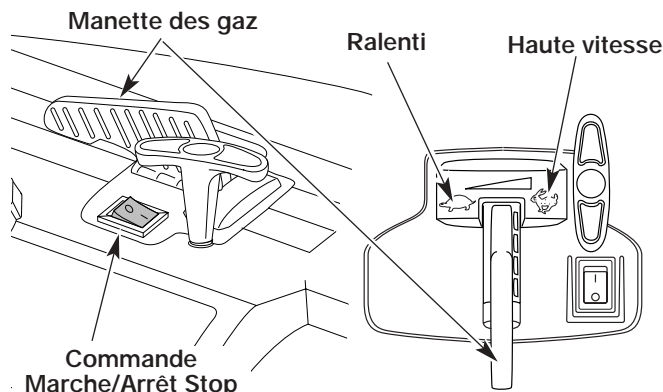
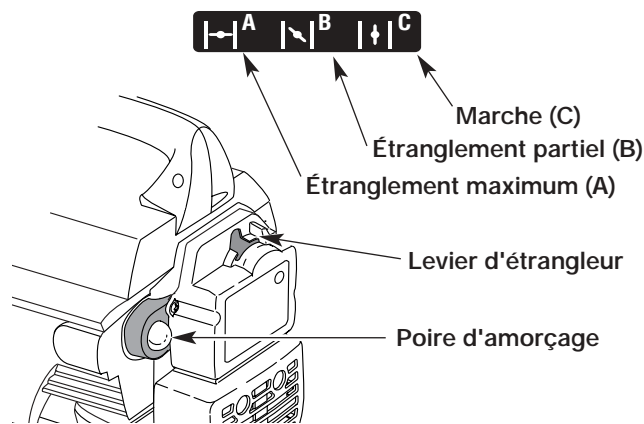
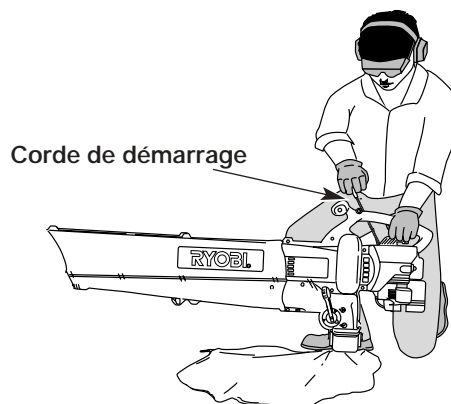

Fig. 9
Fig. 10
Fig. 11
AVERTISSEMENT : éviter le démarrage accidentel. Se tenir en position de démarrage pour lancer le moteur (Fig. 11). Lors du démarrage, l'opérateur et l'outil doivent être en position d'équilibre afin d'éviter le risque de blessures graves.
3. Appuyer lentement et à fond sur la poire d'amorçage, 10 fois. Le carburant doit être visible dans la poire (Fig. 9). S'il ne l'est pas, appuyer 2 ou 3 fois de plus sur la poire ou jusqu'à ce que le carburant soit visible.
4. Mettre l'étrangleur en position d'étranglement **MAXIMAL** (|—|) (Fig. 10).
5. Mettre l'outil en position de démarrage (Fig. 11). Mettez la manette des gaz en position de haute vitesse (☛) (Fig. 9).
7. Mettre le levier du starter en position d'étranglement **PARTIEL** (|~|) (Fig. 10).
8. Tirer vigoureusement la corde de démarrage 1 à 3 fois pour démarrer le moteur (Fig. 11).
REMARQUE : si le moteur se noie pendant une tentative de démarrage, mettre le levier du starter en position de **MARCHE** (|↑|) (Fig. 10). Mettez la manette des gaz en position de haute vitesse (☛) (Fig. 9). Tirer vigoureusement la corde de démarrage. Le moteur devrait démarrer après 3 à 8 sollicitations.
10. Laissez le moteur se réchauffer pendant 5 à 10 secondes. Mettez le levier d'étrangleur en position **MARCHE** (C) |↑| (Fig. 10).
REMARQUE : Il n'est pas nécessaire d'utiliser l'étrangleur pour démarrer un moteur chaud. Mettez la manette des gaz en position de haute vitesse (☛) (Fig. 9), puis démarrez l'appareil en position d'étranglement **PARTIEL** (B |~|) (Fig. 10).
1. Mettez la manette des gaz en position de ralenti (☞) (Fig. 9). Laissez le moteur se refroidir au ralenti pendant 10 à 15 secondes.
2. Appuyez sur la commande Marche/Arrêt Stop et maintenez-la en position **ARRÊT** (O) jusqu'à ce que le moteur s'arrête complètement (Fig. 9).
1. Appuyez sur la commande Marche/Arrêt Stop et maintenez-la en position **ARRÊT (O)** jusqu'à ce que le moteur s'arrête complètement (Fig. 9).